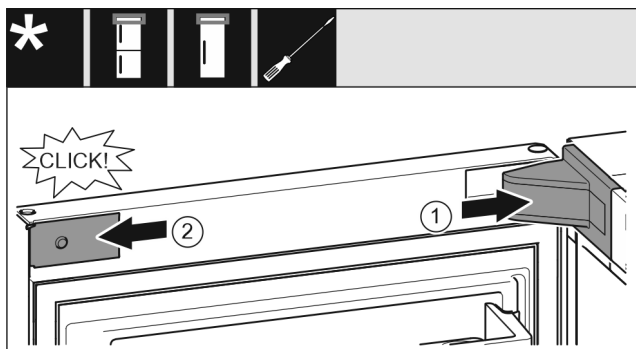

Fig. 40
- ▶ Nasadte a zaklapněte kryt stojanu ložiska Fig. 40 (1), příp. opatrně přitlačte od sebe.
- ▶ Z boku nasadte záslepku Fig. 40 (2) a zaklapněte.